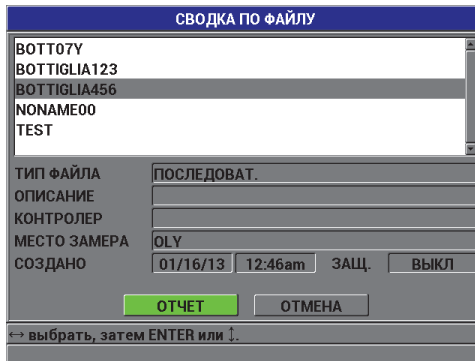

Рис. 7-17 Экран СВОДКА ПО ФАЙЛУ
4. В окне **СВОДКА ПО ФАЙЛУ** (см. Рис. 7-17 на стр. 138):